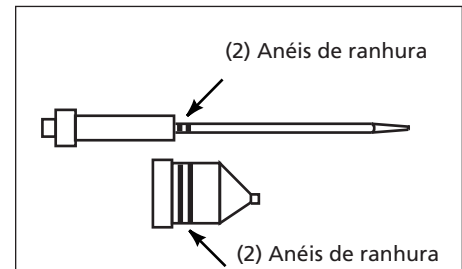

Figura 4 - Kit de agulha de material espesso
4. A agulha e o bocal de material grosso têm dois anéis ranhurados como mostrado na Figura 4.